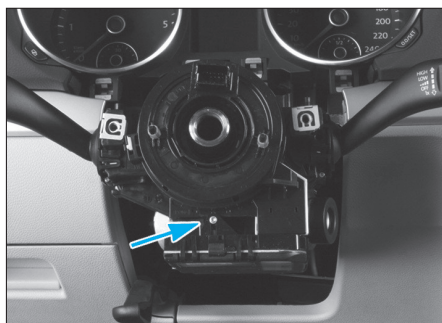

Fig. 23
- Déposer la vis Torx située sur la partie avant du calculateur de colonne de direction (**Fig.23**).